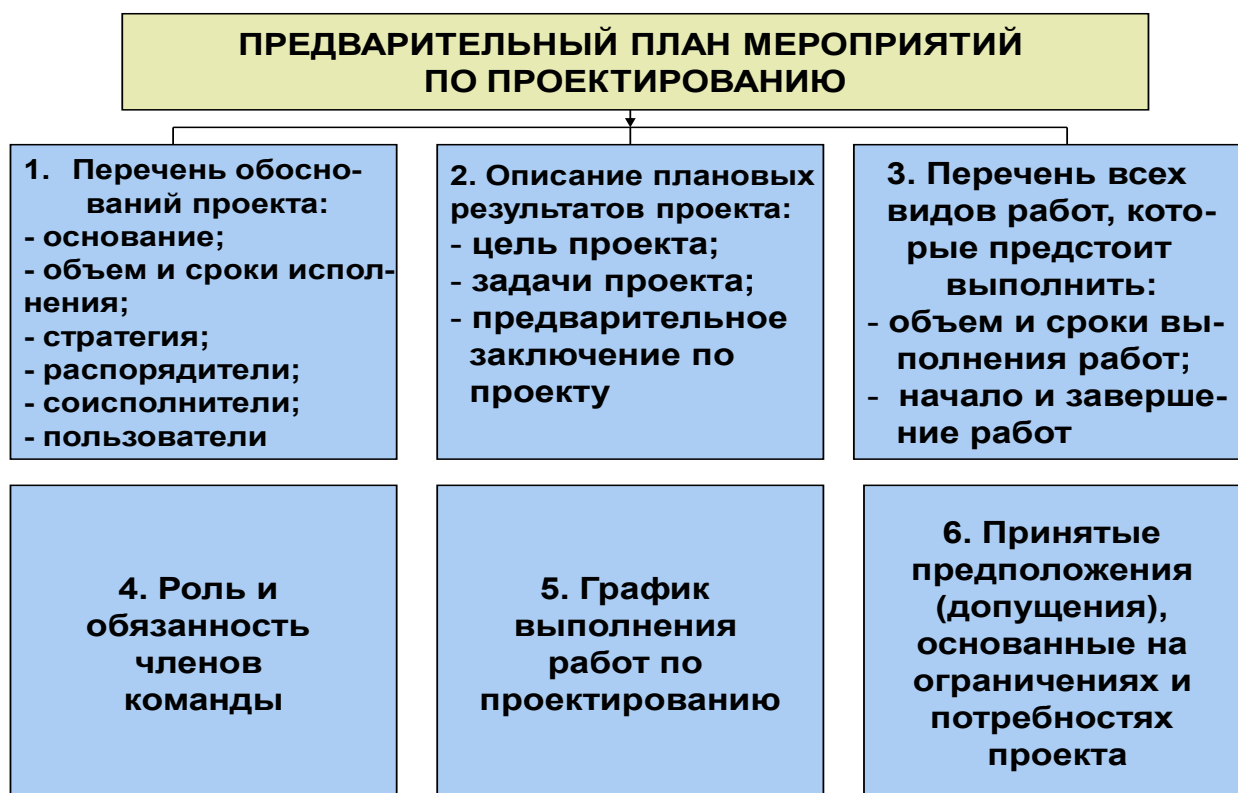

Рис. 16. Содержание предварительного плана мероприятий по проектированию
*В-четвертых,* важно продумать и составить предварительный план мероприятий по проектированию, предусматривающий (см. рис. 16):